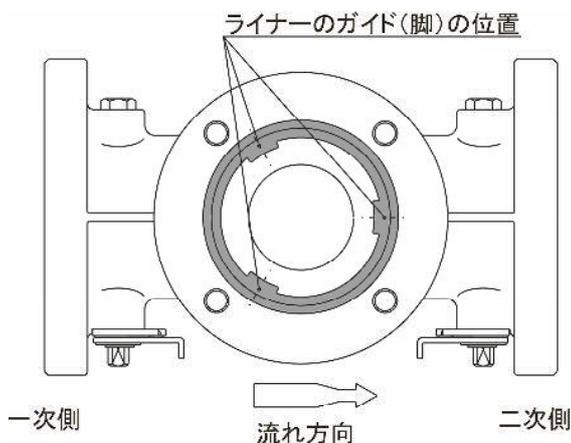

図16
- ・ピストンを引き抜いた際に、ライナーも一緒に抜けた場合は、ライナーの向きに注意し、ライナーにある3本のガイド(脚)の位置が、下図16のようになるよう組み込んでください。